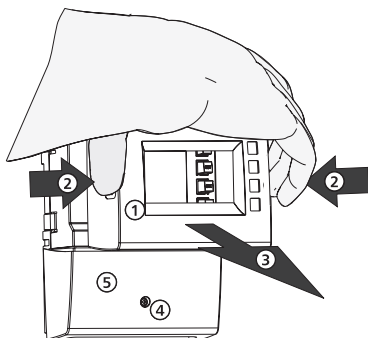

Fig. 1 : Retrait du capot avant
- ▶ Saisissez le capot avant ① par les encoches latérales ② et tirez-le vers l'avant ③ (fig. 1).
1. Desserrez la vis ④ (fig. 1).
2. Retirez le cache-bornes ⑤.